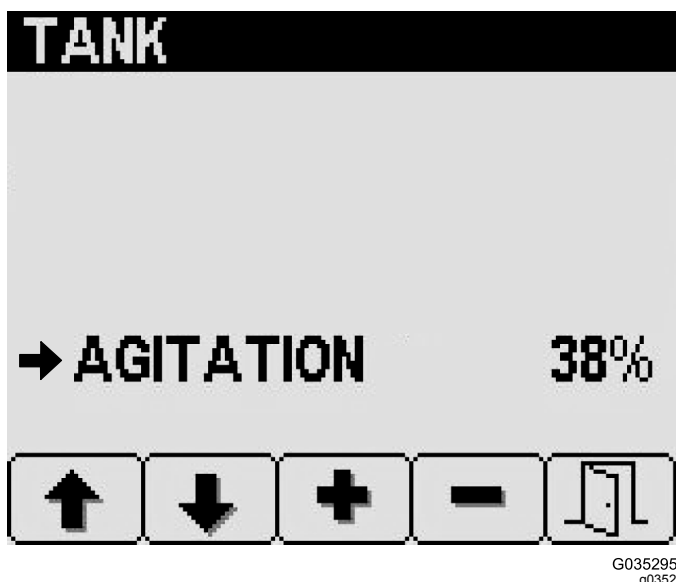

Рисунок 26
2. На экране Tank (Бак) нажмите кнопку 2, чтобы перейти к пункту Agitation (Перемешивание) (Рисунок 26).
3. Нажмите кнопку 3 (увеличение) или 4 (уменьшение) для изменения в процентах расхода насоса опрыскивателя, используемого для перемешивания в баке (Рисунок 26).